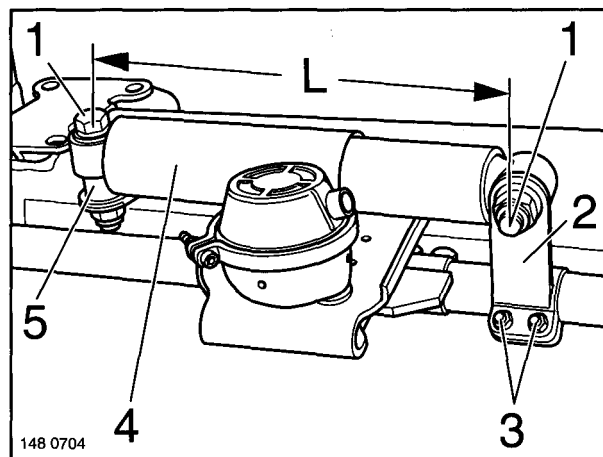

Fig. 4
- (1) Unscrew the fixing screws (Fig. 4/1) and remove the steering damper (Fig. 4/4) and shim (Fig. 4/5).
- (2) If the clamp (Fig. 4/2) has to be removed, first measure the length (Fig. 4/L) between the fixing screws and note it. Make sure that the shaft thrust rings are in their zero position.
- (3) To remove the clamp, the track rod must be taken out (see chapter 5). Remove the track rod head and clamp on the side in question.
- (4) Slacken the fixing screws (Fig. 4/3) of the clamp (Fig. 4/2) and pull the clamp off the track rod.
- (1) Slide the clamp (Fig. 4/2) onto the track rod in the correct Position. Fit the track rod (see chapter 5). The clamp measurement should be as indicated in operation 2. Tighten the fixing screws (Fig. 4/3) to the specified torque of 86 Nm.
- (2) Fit the steering damper so that the notch on the thinner part faces downwards. Attach the thinner part of the steering damper with screws (Fig. 4/1) and lock nuts.
- (3) Screw the other side of the steering damper with shim (Fig. 4/5) to the axle beam attachment plate.
- (1) Dévisser les vis de fixation (figure 4/1). Enlever l'amortisseur de direction (figure 4/4) et la bague d'écartement (figure 4/5).
- (2) Si le collier (figure 4/2) doit être démonté, d'abord mesurer et noter la longueur (figure 4/L) entre les vis de fixation. Veiller à ce que les rondelles à cames soient à zéro.
- (3) Pour enlever le collier, il faut enlever la barre d'accouplement (voir chapitre 5). Enlever la tête de la barre et le collier à l'extrémité concernée de la barre d'accouplement.
- (4) Desserrer les vis (figure 4/3) du collier de serrage (figure 4/2) et le retirer de la barre d'accouplement.
- (1) Positionner correctement le collier (figure 4/2) sur la barre d'accouplement. Monter la barre d'accouplement (voir chapitre 5). Régler le collier à la cote mesurée avant démontage. Serrer les vis (figure 4/3) au couple prescrit de 86 Nm.
- (2) Monter l'amortisseur de direction de telle sorte que la rainure de la partie la plus mince soit tournée vers le bas. Visser cette partie de l'amortisseur à l'aide de vis (figure 4/1) et d'écrous de sûreté.
- (3) Fixer l'autre partie de l'amortisseur de direction, avec la bague d'écartement (figure 4/5), sur la plaque de fixation du corps de l'essieu.
- (1) Befestigungsschrauben (Fig. 4/1) abbauen. Lenkungsämpfer (Fig. 4/4) und Distanzring (Fig. 4/5) abnehmen.
- (2) Muß die Schelle (Fig. 4/2) abgebaut werden, vorher die Länge (Fig. 4/L) zwischen den Befestigungsschrauben messen und notieren. Hierbei auf Nullstellung der Wellendruckscheiben achten.
- (3) Zum Ausbau der Schelle muß die Spurstange abgebaut werden (siehe Kapitel 5). Spurstangenkopf und Klemmschelle an der betreffenden Seite abbauen.
- (4) Befestigungsschrauben (Fig. 4/3) der Klemmschelle (Fig. 4/2) lösen und Schelle von der Spurstange abziehen.
- (1) Schelle (Fig. 4/2) lagerichtig auf die Spurstange schieben. Spurstange (siehe Kapitel 5) anbauen. Klemmschelle auf das in Arbeitsschritt 2 gemessene Maß ausrichten. Befestigungsschrauben (Fig. 4/3) mit dem vorgeschriebenen Anziehdrehmoment von 86 Nm anziehen.
- (2) Lenkungsämpfer so anbauen, daß die Einkerbung am dünneren Teil nach unten weist. Den dünneren Teil des Lenkungsämpfers mit Schrauben (Fig. 4/1) und Sicherungsmuttern anschrauben.
- (3) Die andere Seite des Lenkungsämpfers mit Distanzring (Fig. 4/5) an der Befestigungsplatte des Achskörpers anschrauben.